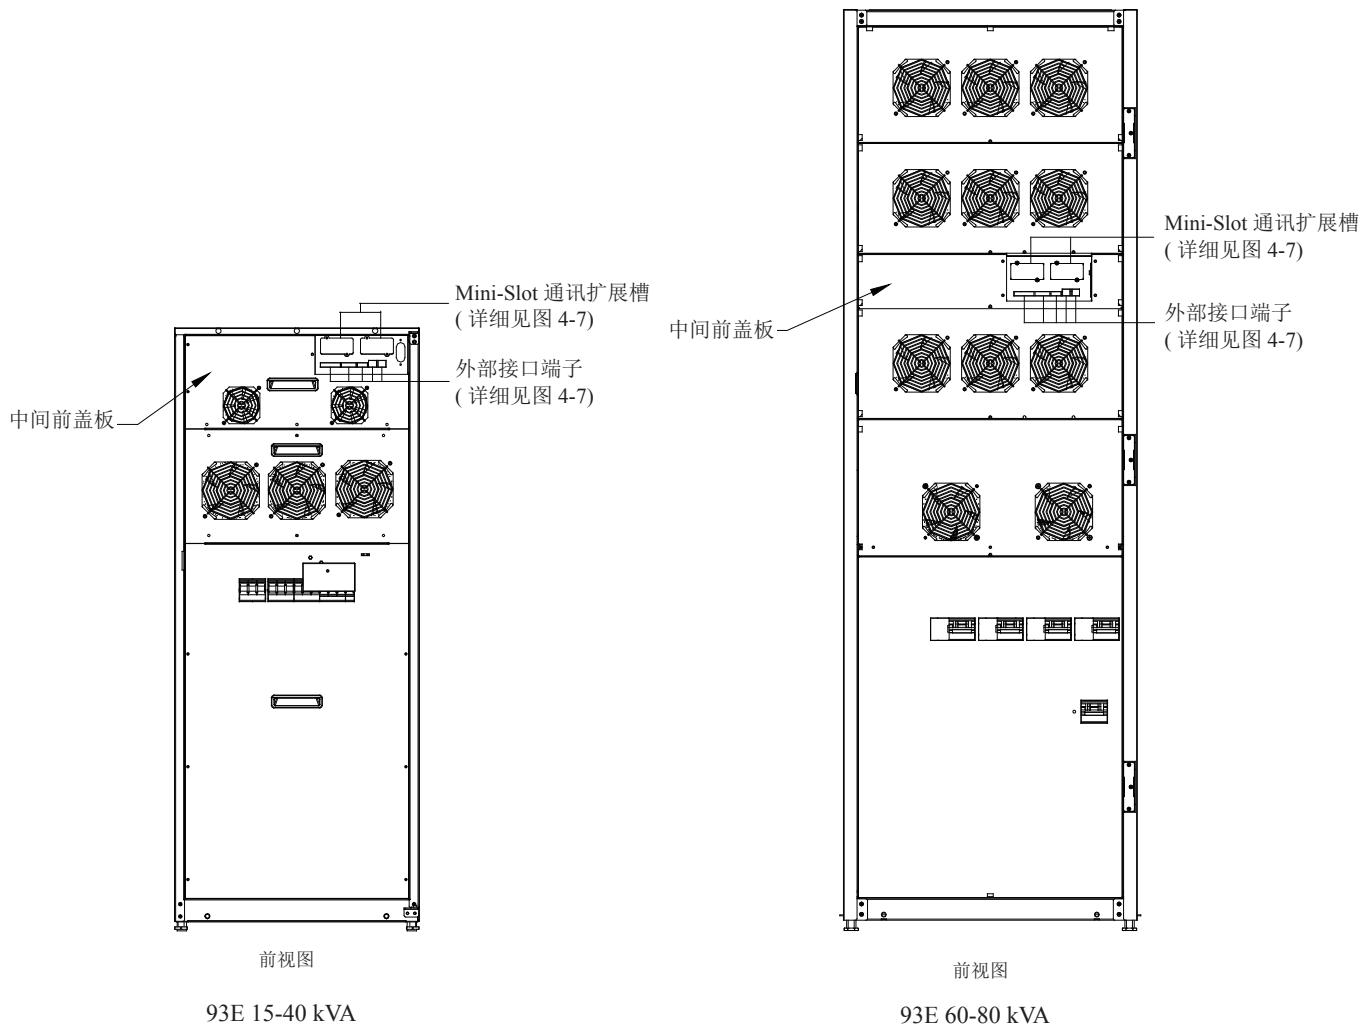
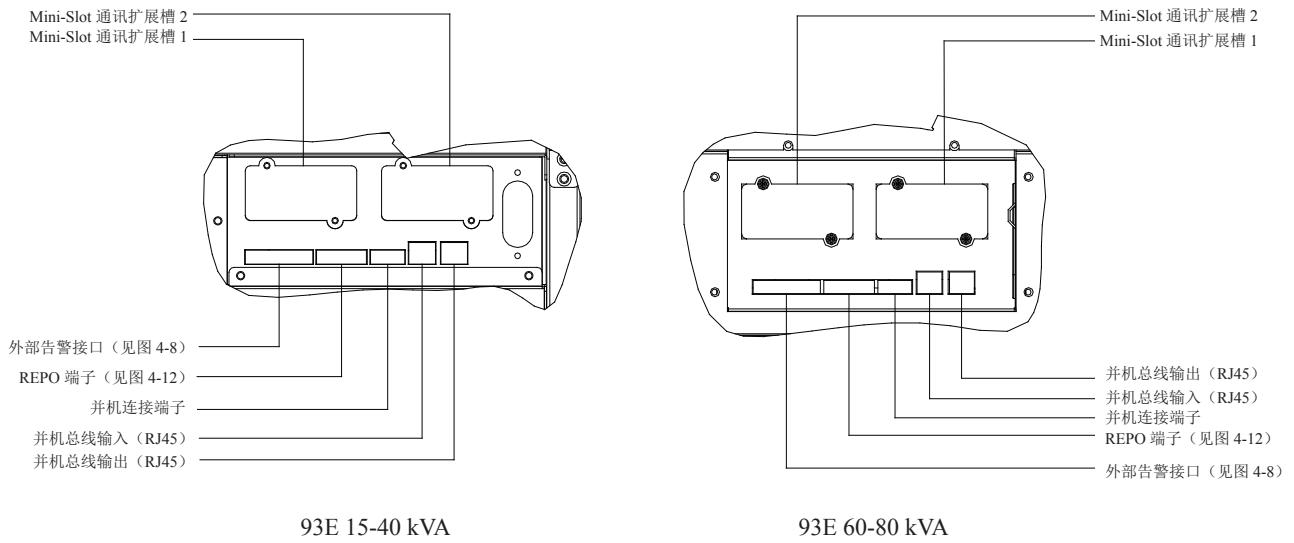
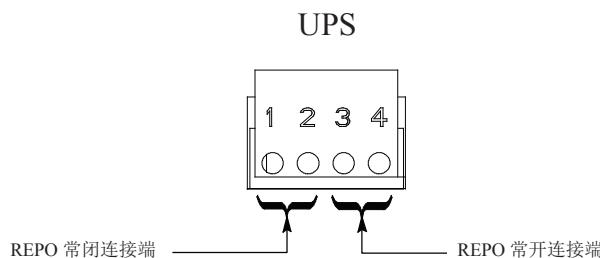

图4-6. 接口端子位置
图4-7. 外部接口端子详图
图4-12. REPO 端子排接口线分配
2. 找到正确的安装端子并检查配线与端子是否满足要求（参考章节 3.2.3，表 4-1，见图 4-6 至 4-7）。
3. 找到正确的安装端子并检查配线与端子是否满足要求，参考3.2.3章节，表4-2，图4-6至4-10。
5. 在并机UPS之间用RJ-45 CAN通讯线连接，连接方式见图4-7和4-11。
6. 在并机UPS机柜和MOBs之间，用并机线（17-20AWG多芯绞线）连接，连接方式见图4-7和4-11。
2. 布线并安装LAN和其他线缆到正确的Mini-Slot卡上。Mini-Slot卡通讯扩展槽位置请见图4-6和图4-7。
说明 4：此过程是专用于安装 Eaton 所提供 REPO 开关的，若安装其它厂商的开关，此过程及图 4-12 和图 4-13 仅供参考。
3. 将布线后的 EPO 端子连接在面板 EPO 端口上，见第 3.2.3 段，表 4-3，图 4-6，图 4-7，图 4-12。